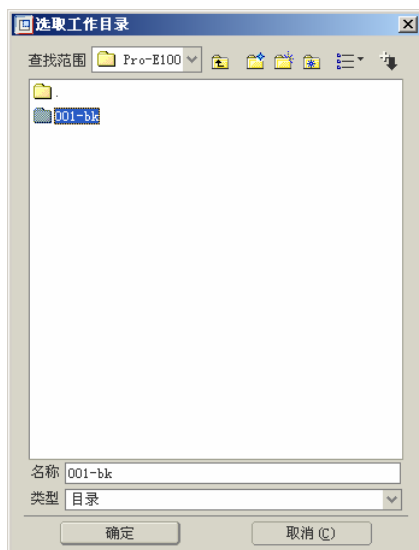

图 1-1 “选取工作目录”对话框
(1) 单击菜单命令“文件—设置工作目录”打开“选取工作目录”对话框（见图 1-1），在“查找范围”列表框中选择“Pro-E 100\001-bk”（本书预先创建的文件夹），然后单击按钮  关闭对话框。